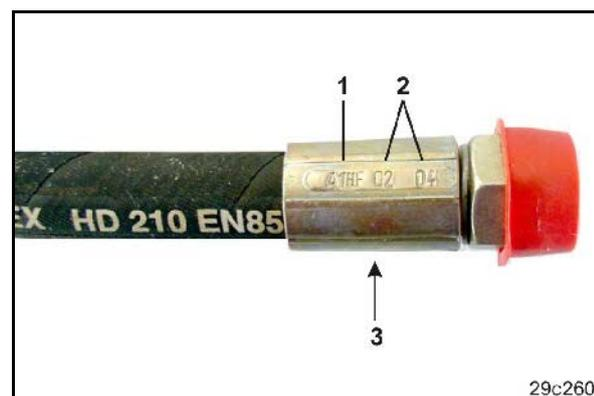

Fig. 62
1. Magnetkappe (Fig. 62/1) abschrauben.
2. Magnetspule (Fig. 62/2) abnehmen.
3. Ventilstange (Fig. 62/3) mit Ventilsitzen herausdrehen und mit Druckluft oder Hydrauliköl säubern.